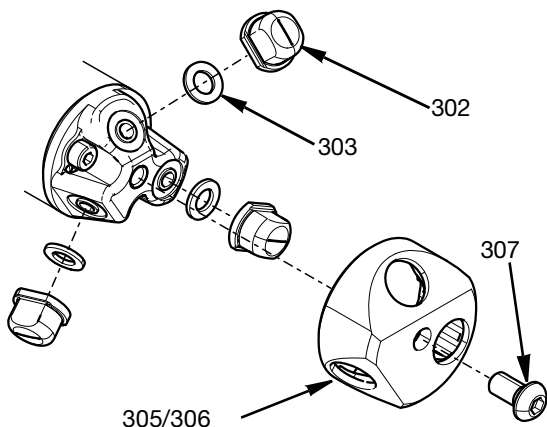

FIG. 9
- a. Zdjąć pokrywę dyszy (305/306) z zamontowanymi dyszami (302) poprzez wykręcenie śruby z łbem sześciokątnym M6 (307).
- b. Następnie można zdjąć uszczelki dyszy (303). Patrz FIG. 9.